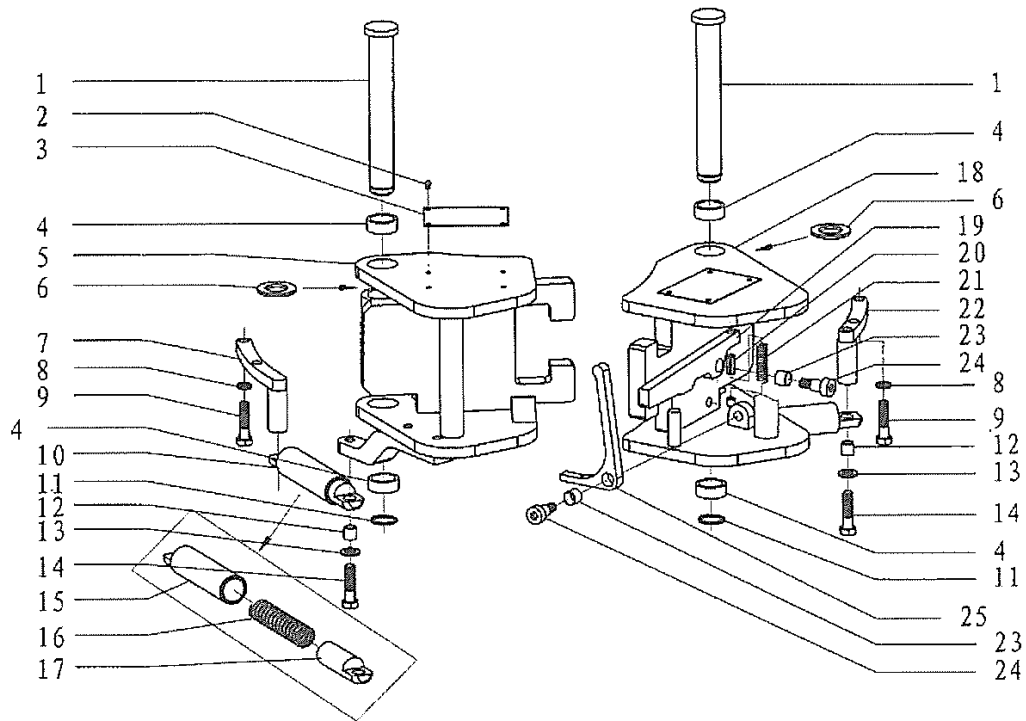

Fig8.
8.7 Safety door (Fig8. Table8)